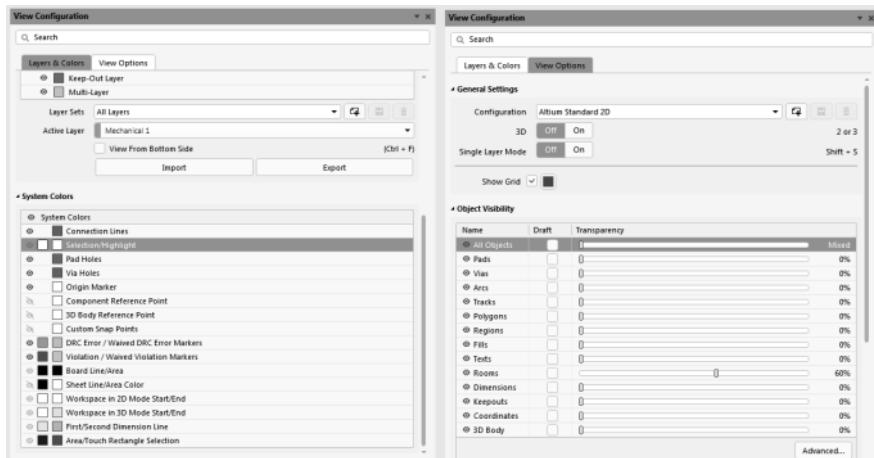

图 6-43 3D 显示选项设置
(5) 绘制完成之后一般会切换到 3D 模式下，验证之前一般先检查下 3D 显示选项设置是否正常，按快捷键“L”打开 3D 显示选项设置对话框，如图 6-43 所示，按照图示标记设置相关选项。